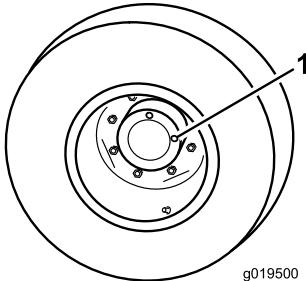

Figure 59
- Amenez la machine sur une surface plane et horizontale, tournez la roue de sorte qu'un bouchon de contrôle (Figure 59) soit à la position 12 heures et l'autre à la position 3 heures.
- Bouchon de contrôle (2)
- Retirez le bouchon qui est à la position 3 heures (Figure 59). Le niveau d'huile doit atteindre le bas de l'orifice de contrôle.